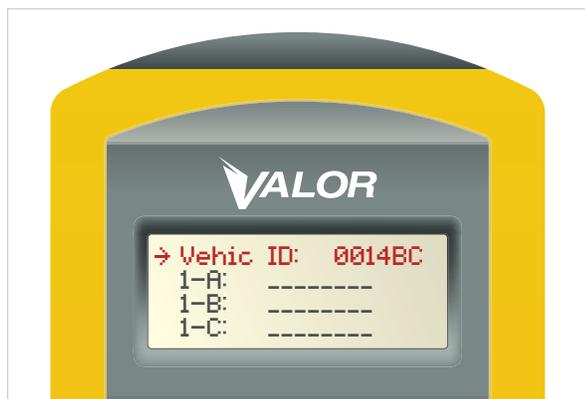

Figure 8A
2. **N'APPUYEZ PAS SUR LA TOUCHE ENTRÉE** du SmarTool, l'ID du véhicule sera affiché automatiquement. (Figure 8A)